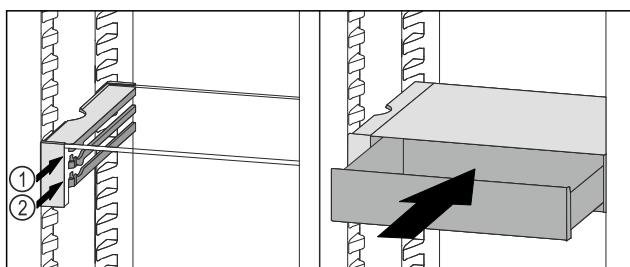

Fig. 80
- Поставете чекмеджето на VarioSafe зад ограничителите върху желаното ребро *Fig. 80 (1)* или *Fig. 80 (2)*.